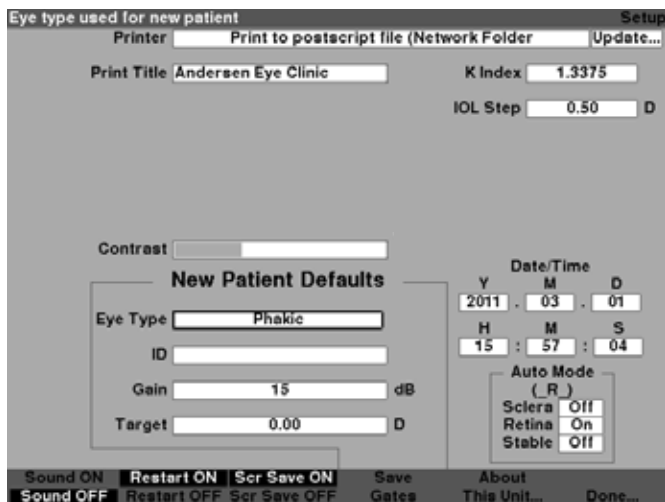

Figura 5-42 Campo de tipo de ojo predeterminado seleccionado
1. En la pantalla Setup (Configuración), gire el control giratorio para seleccionar el campo de tipo de ojo predeterminado, indicado con un borde negro continuo, como se muestra en la Figura 5-42.